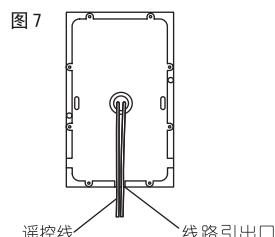
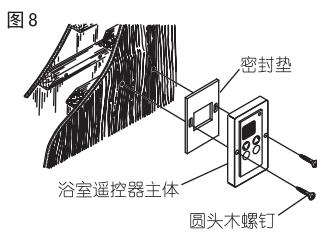
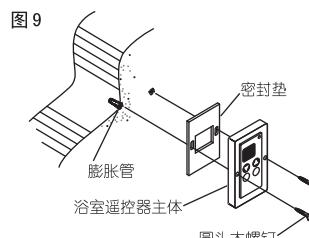

图7
图8
图9
- ① 木制墙壁上的安装:参见图7、图8
- ② 水泥墙上的安装:参见图7、图9